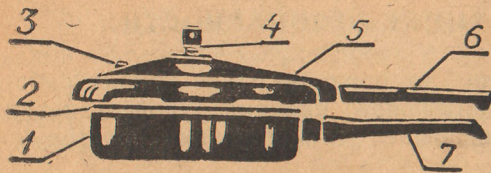

Рис. 1
4. 2. Общий вид скорожарки с указанием основных частей дан на рис. 1.